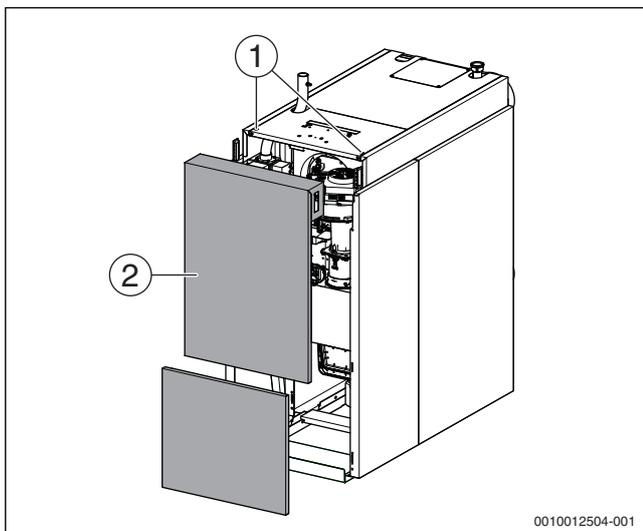

Bild 32 Vorderwand abnehmen
- ▶ Entriegelungsschrauben (→ Bild 32, [1]) auf der Oberseite des Heizkessels mit geeignetem Werkzeug gegen den Uhrzeigersinn drehen und obere Kesselvorderwand entriegeln.
- ▶ Kesselvorderwand (→ Bild 32, [2]) nach vorne neigen und nach oben aus der unteren Führung heben.